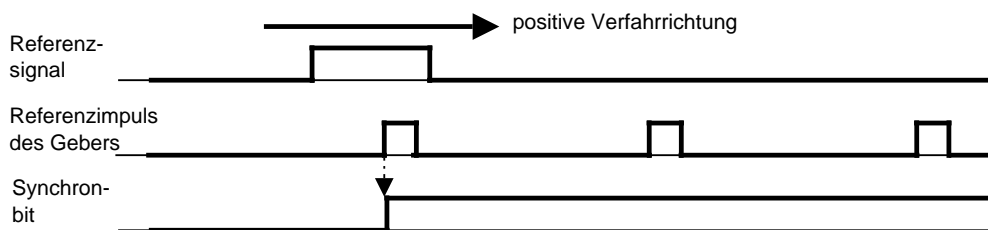
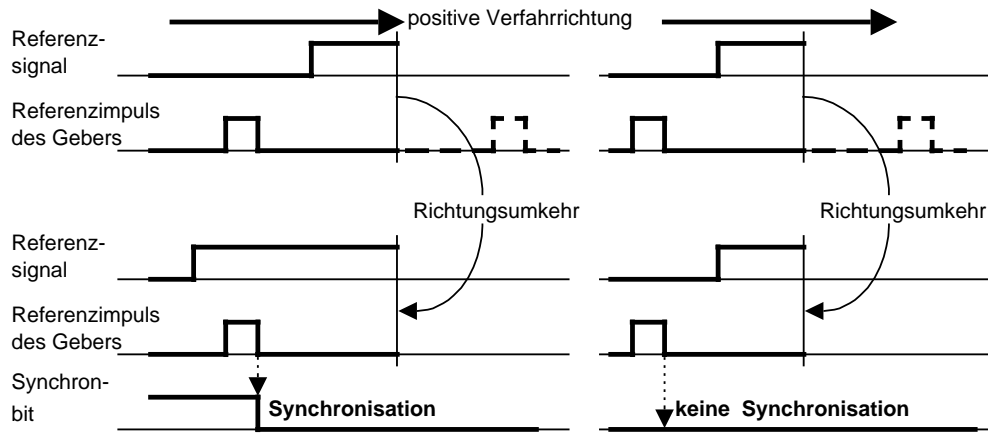

Bild 15.17 Lage des Referenzpunkts (Synchronbit 0 --> 1) im Bereich des Referenzsignals
Bild 15.19a **Synchronisation** (Synchronbit 0 -->1)
- Der erste von der Baugruppe erkannte Referenzimpuls nach der steigenden Flanke des Referenzsignals führt zur Synchronisation (--> Bild 15.17, Bild 15.19a).